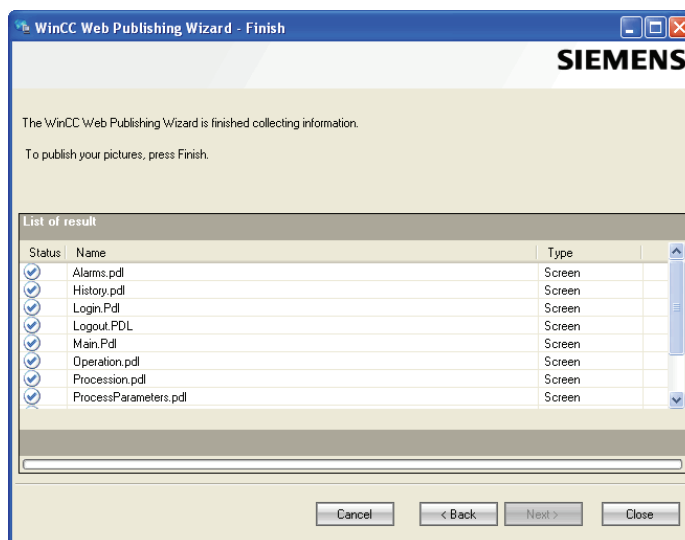

图 15-23 完成向导
14) 要退出 “WinCC Web Publishing Wizard”，单击 “Close” 按钮，如图 15-23 所示。